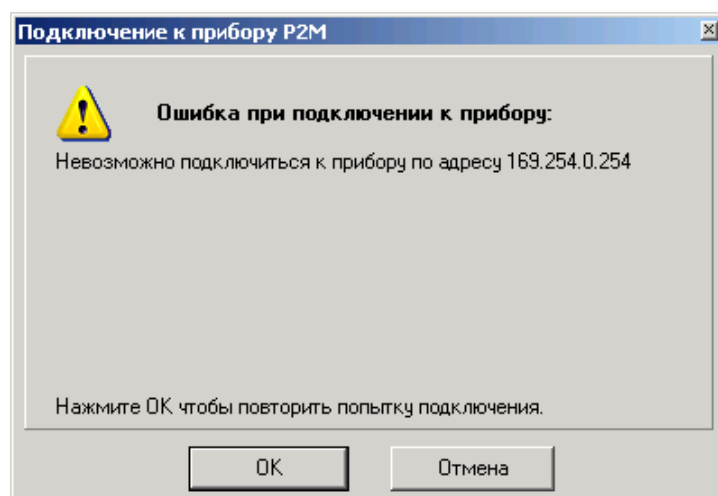

Рисунок 4.3 – Сообщение о неудачном подключении
4.1.5 После выбора P2M из списка и нажатия кнопки «OK» или двойного щелчка по элементу списка выполняется попытка подключения к P2M. Если ПО не удалось подключиться, то выводится сообщение об ошибке (рисунок 4.3).